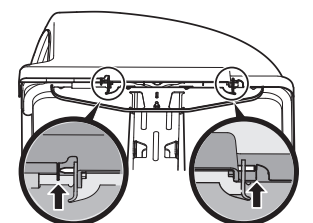

Figura 10
5. Deslice el pasador de bisagra en el orificio ubicado en la lengüeta de montaje, como se indica en la Figura 10. Use la ventana recortada (recuadro) para alinear el pasador de bisagra del otro lado y oprímalo a fondo hasta que llegue al tope.
6. En este punto el pasador calza en su posición y queda asegurado por una lengüeta en la cubierta de la embolsadora. Vea los insertos en la Figura 10.